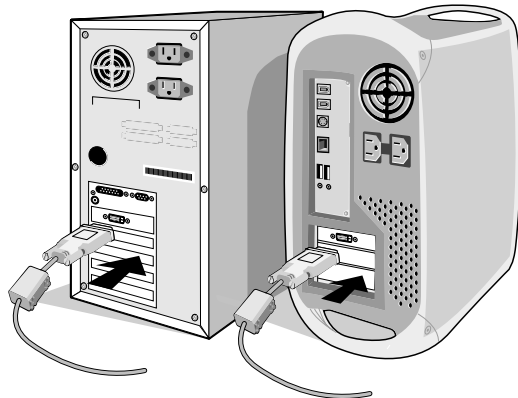

Abbildung A.1
2. **PC oder Mac mit digitalem DVI-Ausgang:** Verbinden Sie das DVI-Kabel mit dem Anschluss der Grafikkarte in Ihrem System (**Abbildung A.1**). Ziehen Sie die Schrauben fest.
PC mit analogem Ausgang: Verbinden Sie das Mini-D-SUB-auf-Mini-D-SUB-Kabel (15 Stifte) mit dem Anschluss der Grafikkarte in Ihrem System (**Abbildung A.1**).